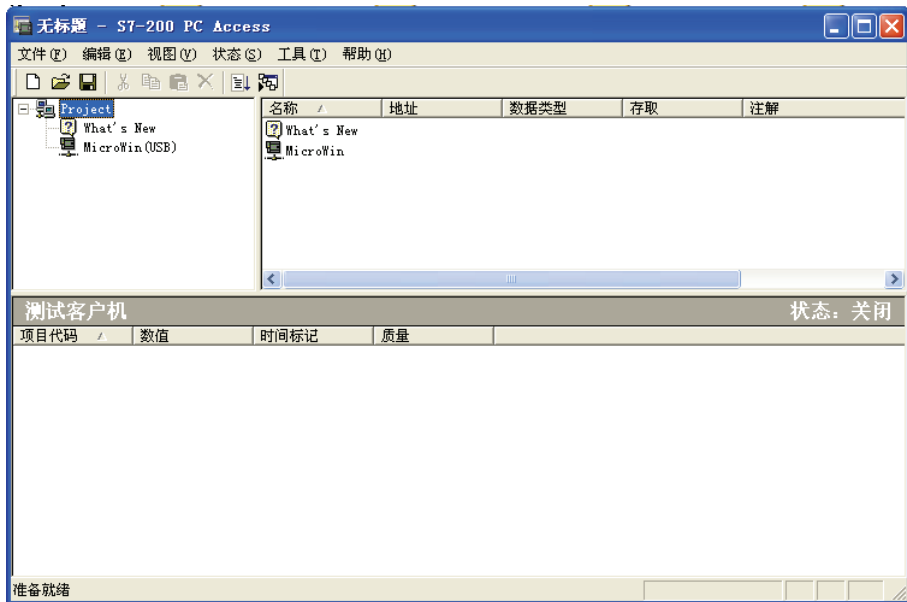

图 10-15 新建项目
1) 新建项目。打开 S7-200 PC Access 软件（此软件可以在西门子的官网上免费下载），新建项目，如图 10-15 所示。